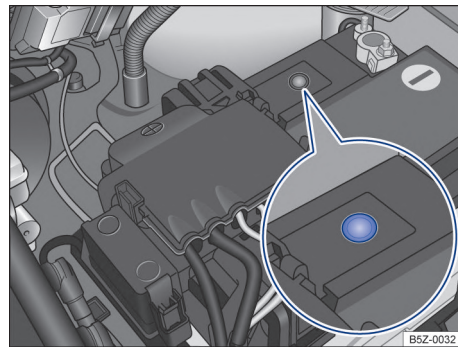

Fig. 193 En el compartimento del motor: ejemplo de posición del visor en el lado superior de la batería del vehículo.
- El visor redondo → fig. 193 en la parte superior de la batería del vehículo cambia de color dependiendo del nivel del electrolito.